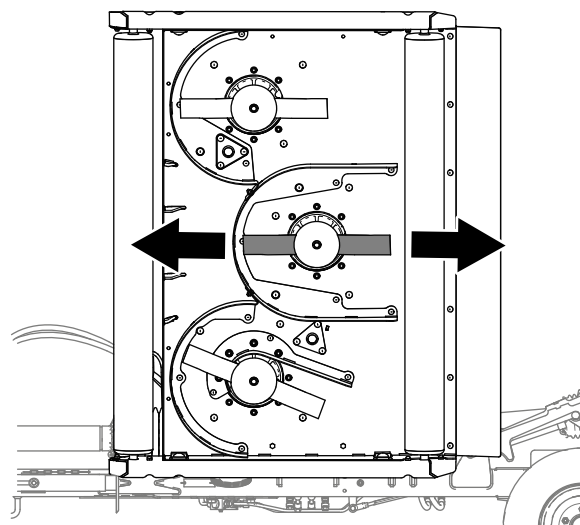

図 78
- ピッチの調整を行うデッキそれぞれについて、中央のブレードを(図 78)のように整列させる。